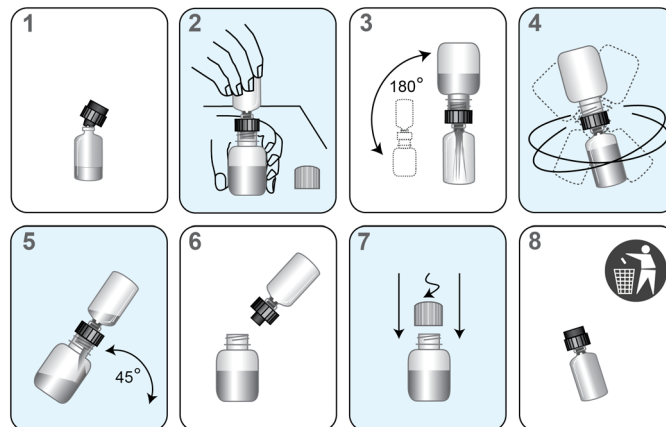

Figure 1. Processus de reconstitution
- b. Insérer fermement l'extrémité du collet de reconstitution présentant une encoche dans le flacon en verre (Figure 1, Étape 1).
- d. Tout en tenant le flacon en plastique de solution sur le plan de travail, insérer fermement l'autre extrémité du collet de reconstitution dans l'ouverture du flacon (Figure 1, Étape 2).
- e. Inverser l'assemblage des deux flacons. Laisser la solution s'écouler dans le flacon en verre (Figure 1, Étape 3). Le volume de liquide doit dépasser le volume du flacon en verre, de sorte qu'une partie du liquide reste dans le collier de reconstitution.
- f. Faire tourner délicatement la solution dans le flacon pour la mélanger (Figure 1, Étape 4).
- h. Inverser l'assemblage des deux flacons (Figure 1, Étape 5). Laisser la totalité du liquide retourner dans le flacon.
- i. Retirer le collet de reconstitution et le flacon en verre (Figure 1, Étape 6).
- j. Reboucher le flacon en plastique (Figure 1, Étape 7).
- m. Jeter le collet de reconstitution et le flacon en verre (Figure 1, Étape 8).